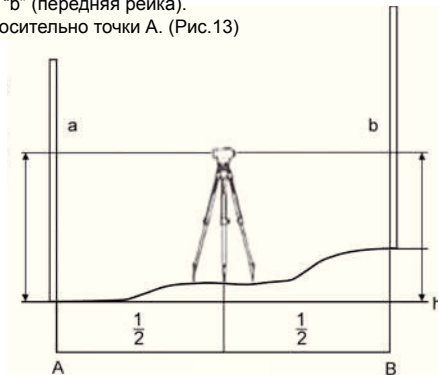

Рис.13
1) Установите прибор приблизительно посередине между точками А и В (Рис.13).
- 4) Разность отсчетов “a и b” является превышением “h” точки В относительно точки А. (Рис.13)